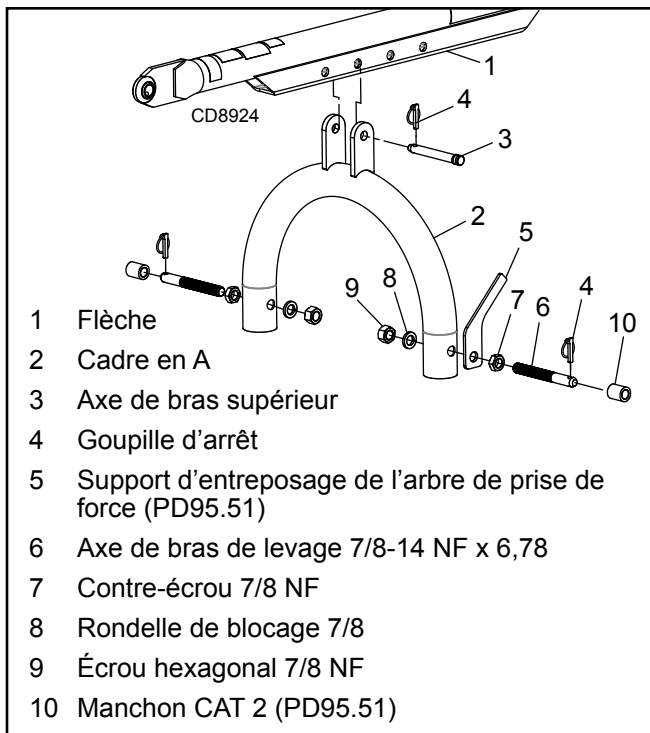

Figure 8. Montage du cadre en A sur la flèche
1. Raccordez les goupilles du bras de levage (6), figure 8, et la quincaillerie fournie avec les goupilles à l'ensemble du cadre en A (2). Montez le support d'entreposage de l'arbre de prise de force (5) comme indiqué du côté extérieur du cadre en A. (PD95.51 uniquement).